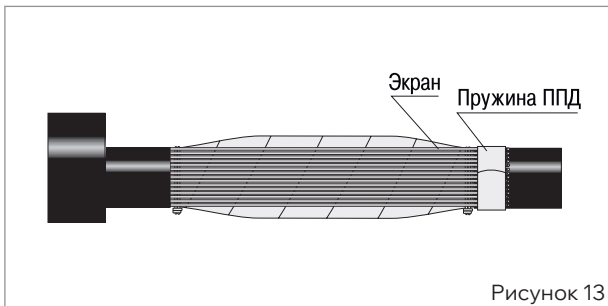

Рисунок 13
■ Закрепить проволоки экрана на муфте бандажом из ленты ПВХ (рис. 13).
■ Обезжирить наружную оболочку кабеля и намотать 3–4 витка ленты герметика у среза оболочки (рис. 13).